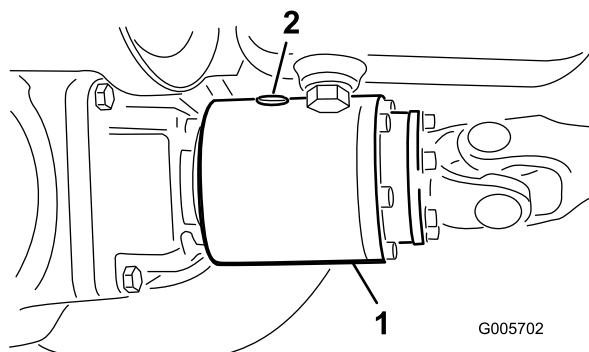

Bild 32
- Drehen Sie die Kupplung (Bild 32), sodass die Schraube auf 16 Uhr steht (12 Uhr abgebildet).